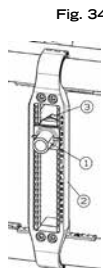

Fig. 34
- Dévisser l'écrou qui maintient la douille de l'axe (3) (Fig. 34 - Fig. 35)
- Déplacez la douille de l'axe de montage (1), le long de la plaque de montage (2).
- Réinstallez la douille dans le trou de montage désiré et serrez l'écrou (3).